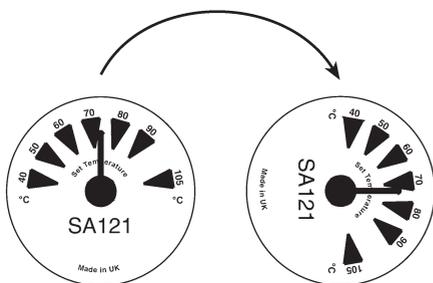

Fig. 4
1. Smontare il tappo antimanomissione (6) e, con un cacciavite adatto, posizionare l'indicatore (3) sulla graduazione intermedia (1);
2. Smontare il coperchio trasparente (2);
3. Smontare l'indicatore di temperatura (3);
4. Smontare la scala dell'indicatore di temperatura (4) e rimontarla nella posizione richiesta come visibile a fig. 4;
5. Rimontare l'indicatore posizionandolo nella posizione intermedia (1);
6. Rimontare il coperchio trasparente (2).